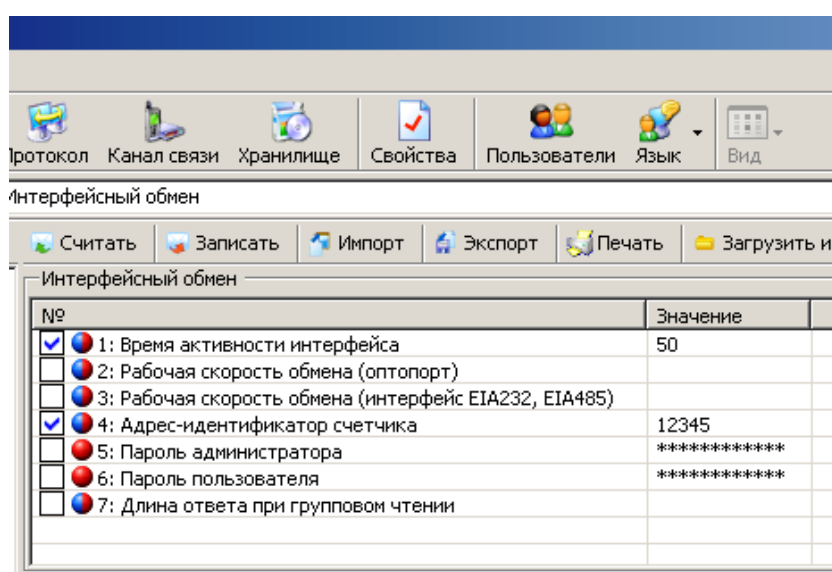

Рисунок 46 – Интерфейсный обмен
- Перейти на вкладку «Общие», чтением параметра «Режим работы счетчика» убедиться, что время ожидания ответа равно времени активности интерфейса (см. рисунок 46).
- Проверить значения начальной и рабочей скорости через интерфейс, они должны быть равны 2400 бод (3) (см. п. 5.4.3).
- Чтением параметра «время активности интерфейса» убедиться, что его значение равно 50 с. (см. рисунок 46).
- Чтением параметра «адрес-идентификатор счетчика» (см. рисунок 46) убедиться, что его значение равно 5 последним цифрам серийного номера, без нулей перед значащими цифрами, т.е. если 5 последних цифры заводского номера имеют вид «00001», то идентификатор равен «1».